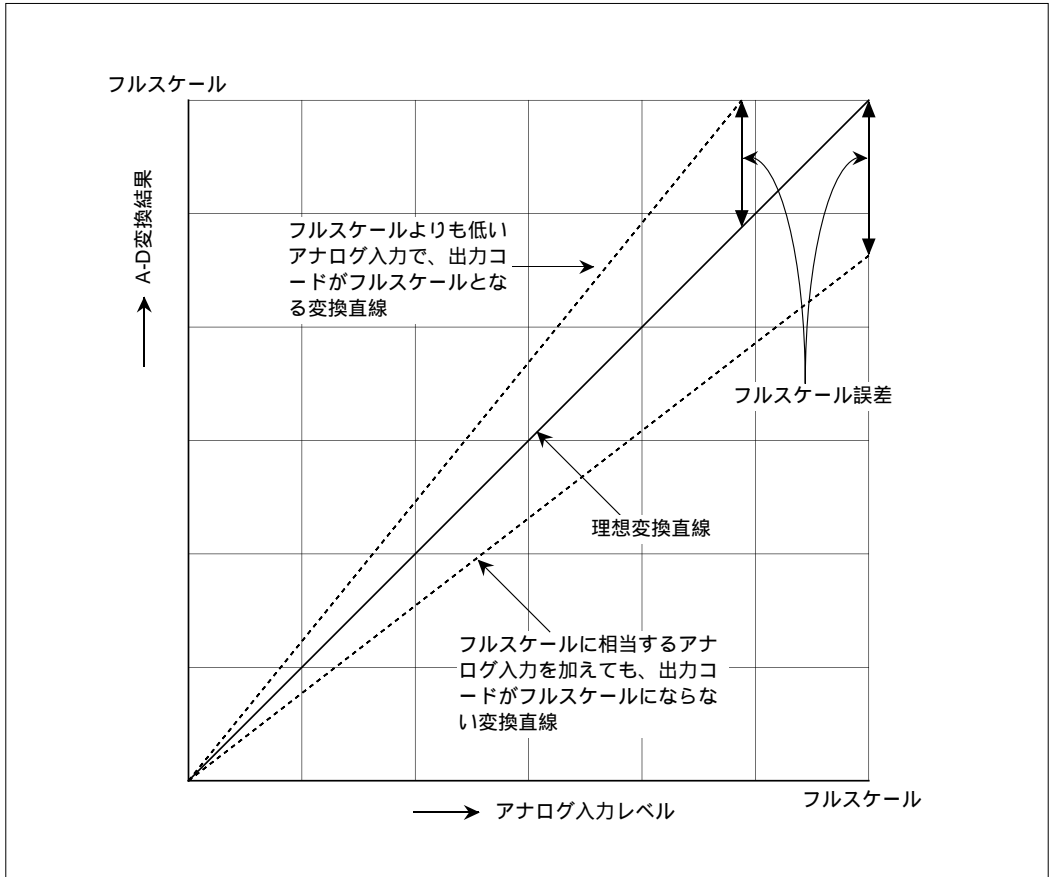

図11.3.7 A-D変換器のフルスケール誤差
- (4) フルスケール誤差 ... デジタル出力コードがフルスケールを示す値に達した時のアナログ入力電圧が、公称値からどのくらいずれているかを示すものです。(図11.3.7)